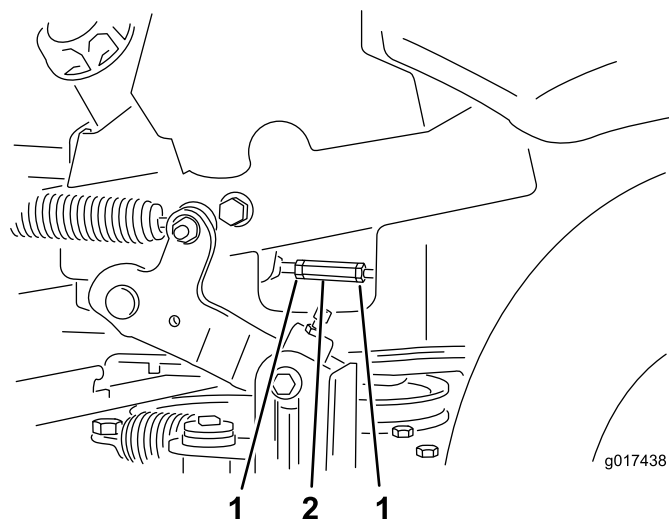

Figure 69
16. Resserrez les 2 écrous de blocage contre l'écrou de réglage (Figure 69).
14. Réglez les tiges de pompes en desserrant les 2 écrous de blocage et en tournant l'écrou de réglage dans le sens voulu jusqu'à ce que les roues tournent légèrement en marche arrière (Figure 69).